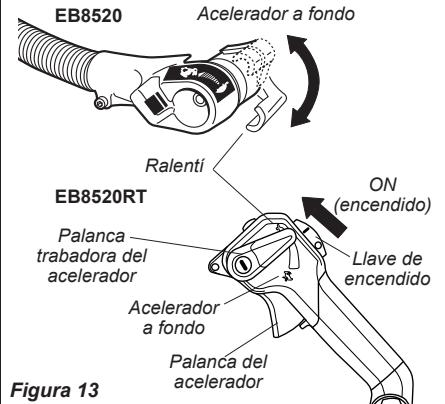

Figura 13
4. Mueva la palanca del acelerador hasta la mitad. **Modelo RT:** deslice el interrumpor de encendido hasta la posición "I" (ENCENDIDO) y después pulse la palanca del acelerador hasta la mitad y trabe el acelerador moviendo la palanca de seguridad del acelerador hasta la mitad, hacia abajo. Consulte la Figura 13.